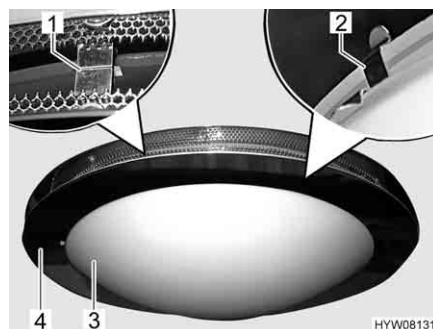

Fig. 193 Lampada a soffitto (rotonda)
- Tirare verso il basso l'anello metallico inferiore (Fig. 193,4) della lampada a soffitto opponendo resistenza alle graffe di supporto (Fig. 193,1). L'anello metallico inferiore si stacca da quello superiore.
- Estrarre la copertura della lampada (Fig. 193,3) opponendo resistenza alle graffe di supporto (Fig. 193,2).